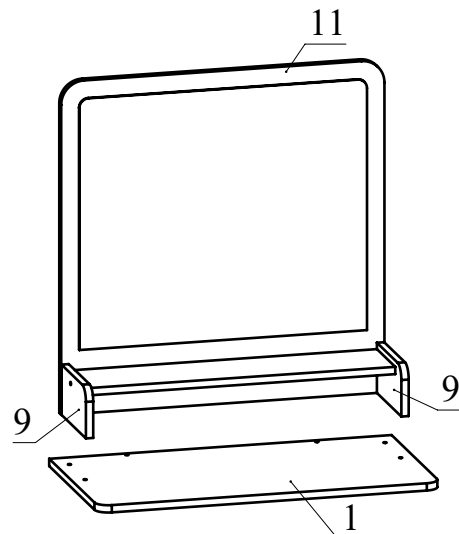

Рис.9
7. Соедините полученную конструкцию с деталью 1 с помощью конфирматов (Рис. 9).